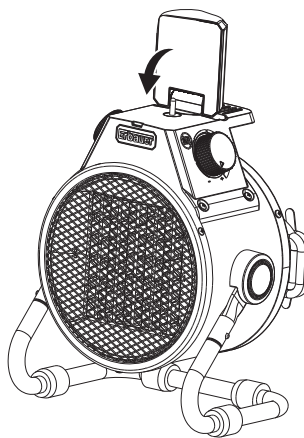

Figura 4
- Vuelva a colocar la luz en el centro de su base y cierre la tapa completamente para apagar la luz (Figura 4).